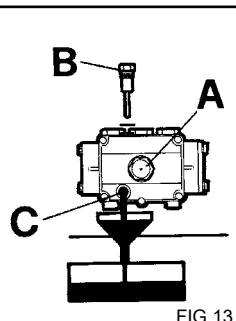

FIG.13
pumpen (fig. 13 C).
- 2) Skruva ur locket med oljestickan (fig. 13).